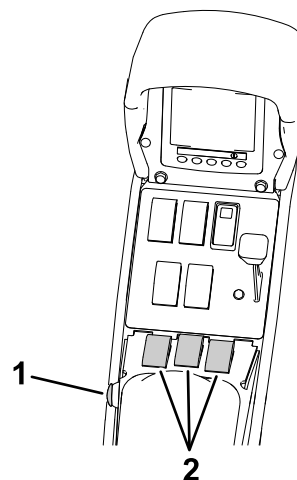

**Рисунок 8**
2. Введите новое название для задания (Рисунок 8).
4. Выберите рабочий участок, где необходимо произвести опрыскивание (т.е. фарвзы, зеленые участки, стартовые площадки и т.п.) (Рисунок 8).
5. Выберите участки, на которых опрыскивание производиться не будет (лунки, деревья, опасные места и т.п.) (Рисунок 8).